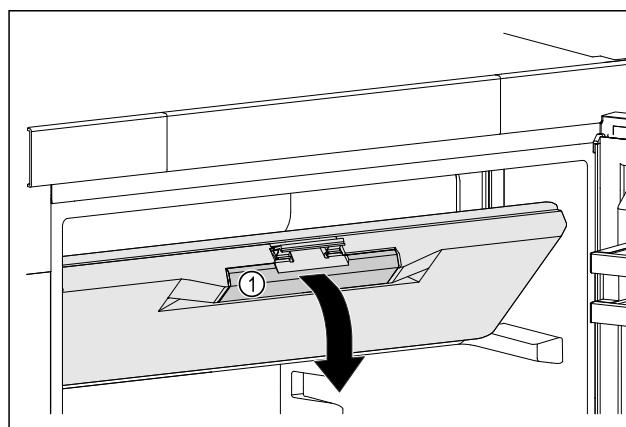

Fig. 27
- Gefrierfachtür an der Griffmulde Fig. 27 (1) anfassen.